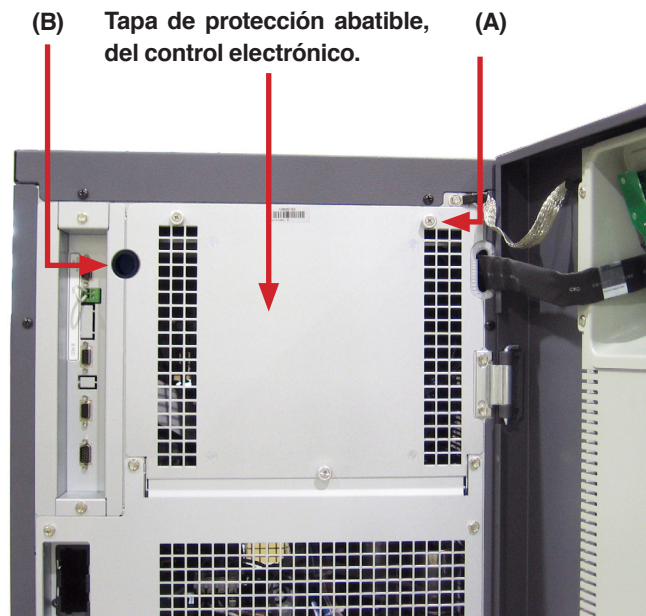

Fig. 1. Vista frontal SAI con puerta abierta.
- Liberar los tres cierres (A), aflojándolos en sentido antihorario hasta desbloquearlos (ver Fig. 1).